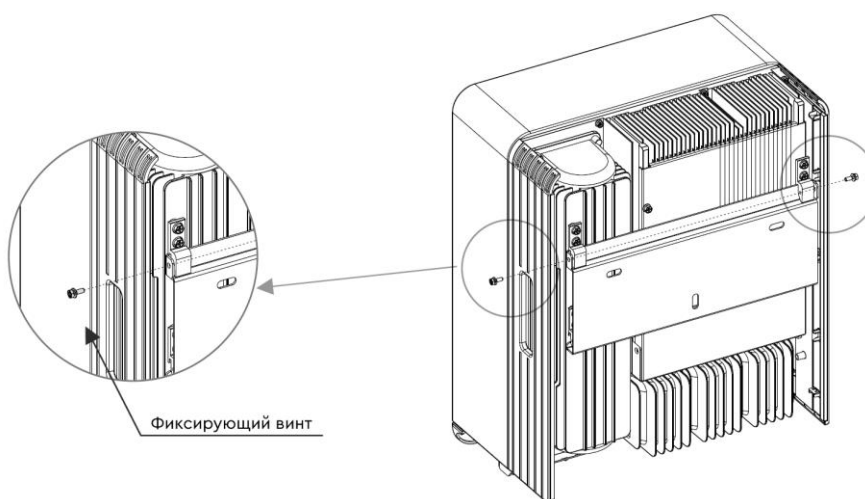

Рисунок 8. Кронштейн для крепления на стене
4. Поднимите инвертор (будьте осторожны, чтобы избежать деформации корпуса) и совместите боковые ребра инвертора с выпуклой частью кронштейна. Повесьте инвертор на кронштейн и убедитесь, что инвертор надежно закреплен (см. Рисунок 8).